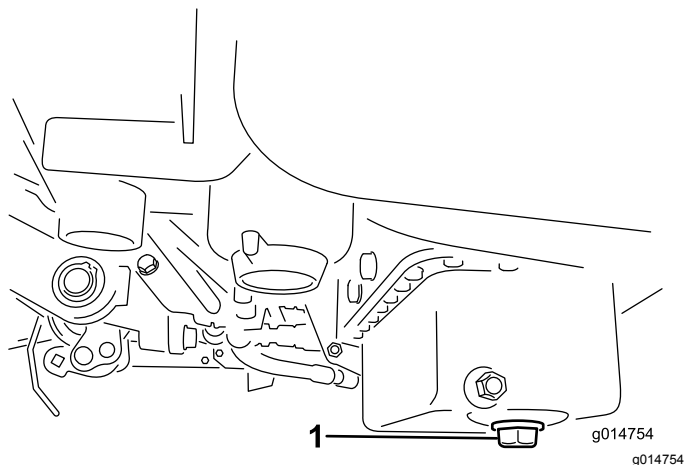

Bild 46
- Entfernen Sie die Ablassschraube und lassen das Öl in eine Auffangwanne ab. Schrauben Sie die Ablassschraube wieder ein, nachdem das Öl abgelassen ist (Bild 46).